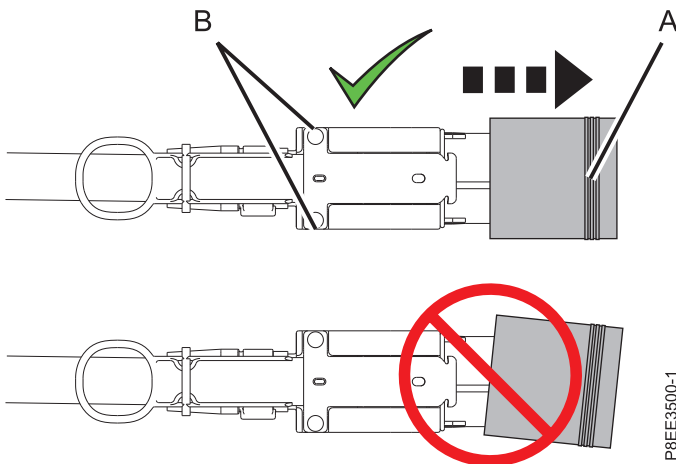

Figure 15. Retrait du capot de protection du connecteur sur le câble de tiroir d'extension
- b. Retirez le capot de protection du connecteur sur le câble de tiroir d'extension. Tenez le boîtier du câble (**B**) par ses bords courts avec l'index et le pouce d'une main. Saisissez ensuite le capot de protection par son bord long (**A**) avec l'index et le pouce de l'autre main et tirez dessus pour l'extraire. Voir figure 15.